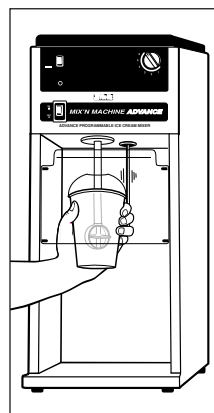

Abb. 3
- **Bei dem programmierbaren Mix'n Machine Advance-Modell:** Den Schalter EIN/AUS (ON/OFF) (I/O) auf ON (EIN) drücken. Ein Programm aktivieren durch Wählen der gewünschten Einstellung. Während der Becher mit der Hand festgehalten wird, mit den Finger den START-Aktuator (hinter dem Rührer) drücken zum aktivieren eines programmierten Misch-Zyklus. Siehe Abb. 3.
- **Bei dem Mix'n Machine Advance Timer-Modell:** Den Schalter EIN/AUS (ON/OFF) (I/O) auf ON (EIN) drücken. Während der Becher mit der Hand festgehalten wird, mit den Finger den START-Aktuator (hinter dem Rührer) drücken zum aktivieren eines voreingestellten, zeitlich festgelegten Misch-Zyklus. Siehe Abb. 3.